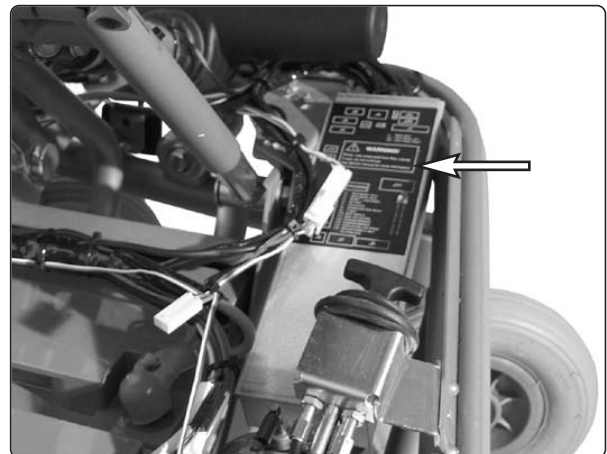

Abb. 56. Die SLS-Treiberstufe sitzt ohne Schrauben in ihrem Halter.
2. Nehmen Sie den Deckel vom Gehäuse ab, in dem sich die SLS-Treiberstufe befindet, siehe Abb. 56.